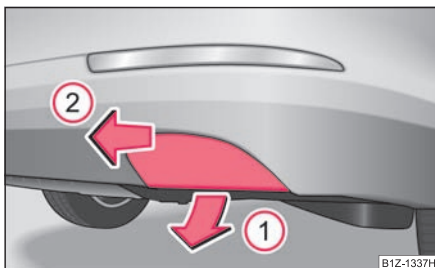
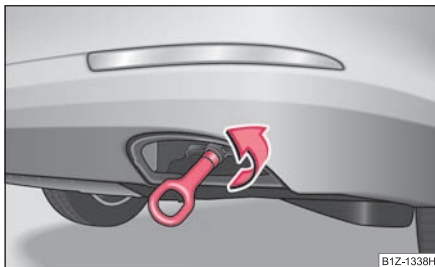

Fig. 235 Bara de protecție din spate: Demontarea capacului
Fig. 236 Bara de protecție din spate: Montarea inelului de remorcare
- Apăsând în jos în sensul indicat de săgeata ① ⇒ fig. 235, deblocați partea de jos a capacului.
- Deblocați partea de sus a capacului trăgând în sensul indicat de săgeata ② și scoateți-l.
- Înșurubați inelul cu mâna în spre stânga ⇒ fig. 236 și strângeți cu cheia de roată* (introduceți cheia* prin inel).